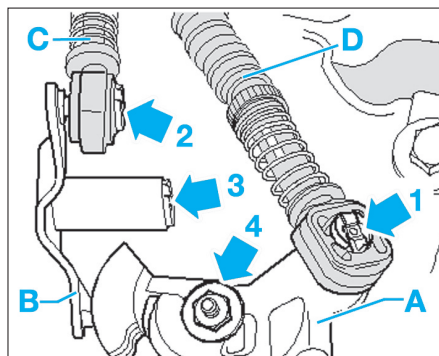

Fig. 2
- Déposer le segment d'arrêt (1) du câble de commande (D) et le segment d'arrêt (2) du câble de sélection (C) (Fig.2).
- Déposer le segment d'arrêt (3) du levier de renvoi (B) et le déposer.
- Déposer le levier de commande des vitesses (A) ; à cet effet, déposer l'écrou (4) (Fig.2).